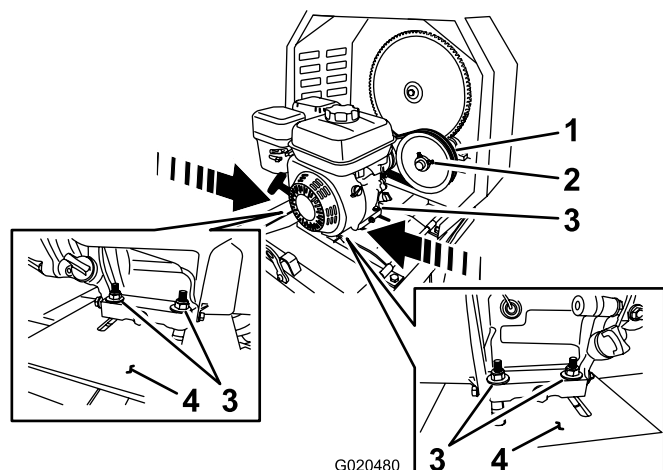

Figure 55
- B. Desserrez les écrous et boulons qui fixent le moteur au plancher moteur (Figure 55).
- **Pour accroître l'entrefer – éloignez** le moteur de la poulie de tension (Figure 55).
- **Pour réduire l'entrefer – rapprochez** le moteur de la poulie de tension (Figure 55).